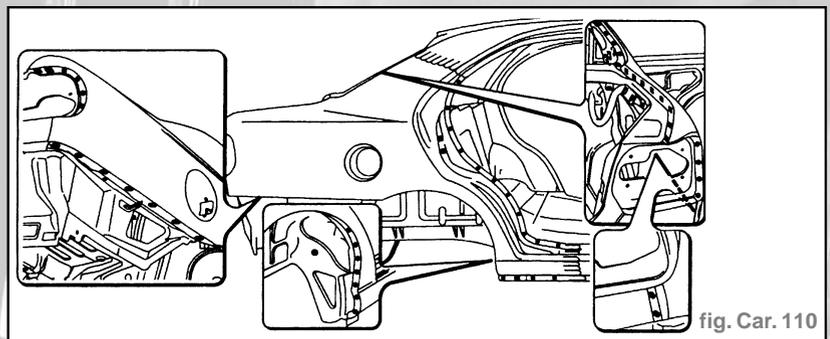

fig. Car. 110
- Effectuer la soudure électrique par points (fig. Car. 110).